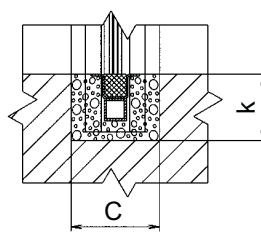

рис.15
- Уплотнение нижней части щита находится на одном уровне с дном канала и не имеет пазов - отсутствует засорение частицами грязи (рис.15 и 18)